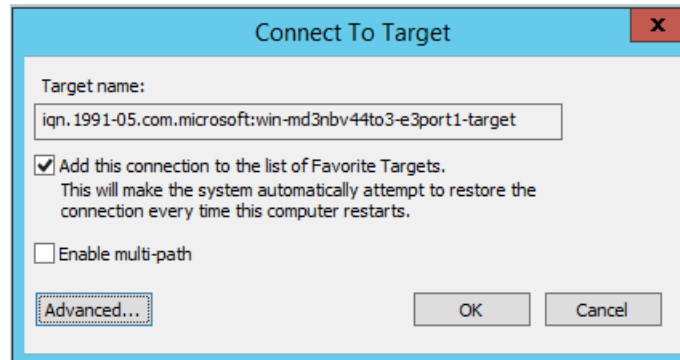

Figure 9-23. Boîte de dialogue Connexion à la cible
- Dans la boîte de dialogue Connexion à la cible, (Figure 9-23), cliquez sur **Avancé**.